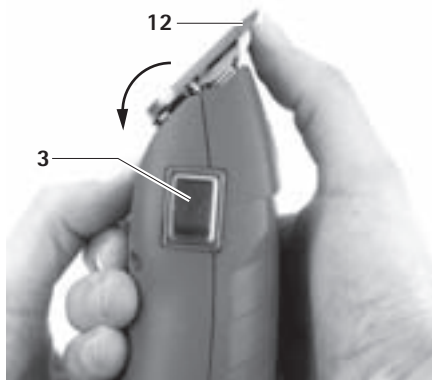

Fig. 5
- Aprire la testa di tosatura **12** tirandola in avanti, vedere Fig. 5.